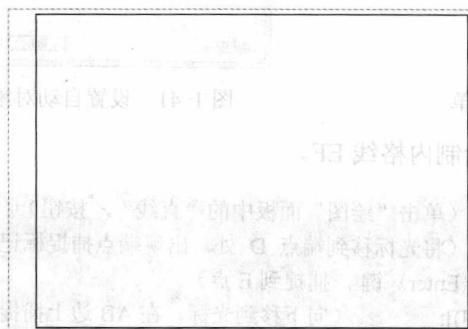

图 1-38 绘制图框
- 在命令行中输入 Z 后按〈Enter〉键，然后输入 A 后按〈Enter〉键，将图形全部显示，如图 1-38 所示。